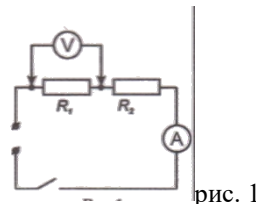

рис. 1
1. Собрать цепь по схеме (рис. 1):